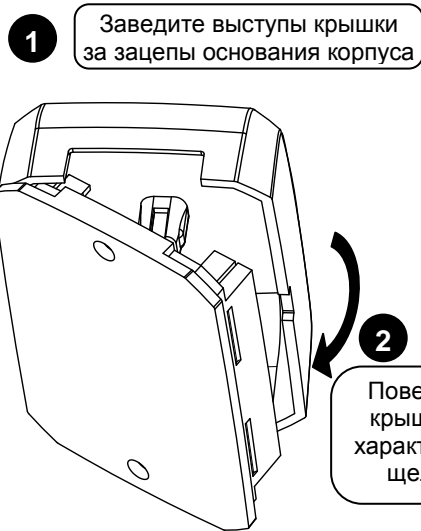

Рисунок 3. Установка крышки преобразователя
4.7 Закройте крышку преобразователя в порядке, указанном на рис. 3.